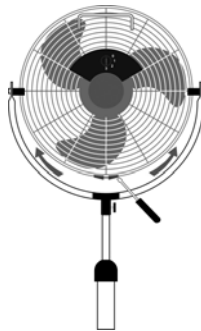

Fig. 4
- Para tener acceso a la hélice del aparato, retire el aro de sujeción de la rejilla de protección anterior (Fig. 4), teniendo en cuenta que necesita un destornillador para retirar el tornillo de seguridad.